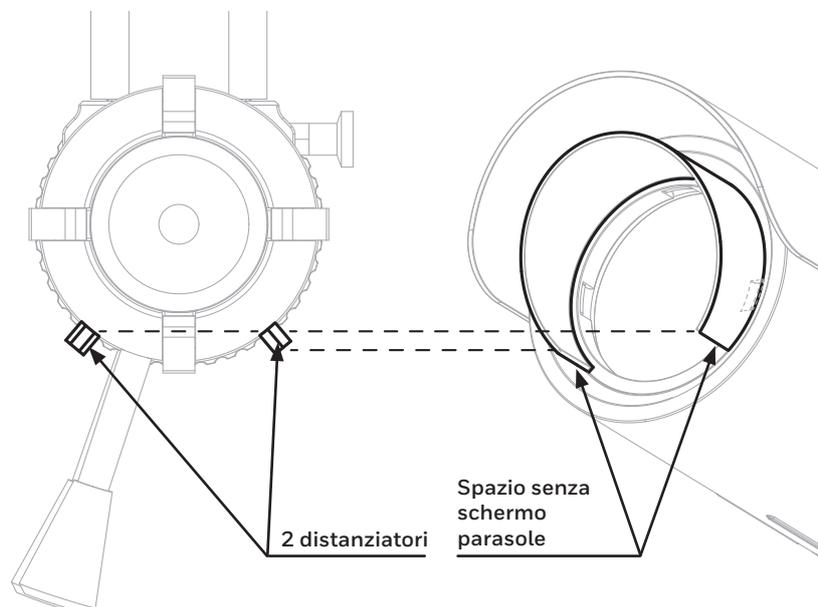

Figura 33. Allineare i distanziatori con lo spazio libero sull'involucro
2. Allineare i due distanziatori del cannocchiale di allineamento con lo spazio libero sull'involucro dello strumento (Figura 33).